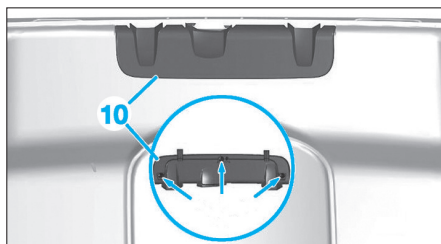

Fig. 50
- Déposer le cache (10) (Fig.50).